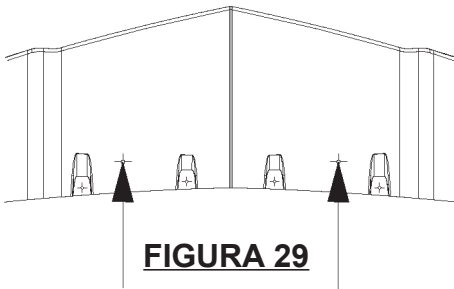

FIGURA 29
3. Utilice una sierra para agujeros de 1 1/4" (33 mm) para perforar 2 agujeros en el revestimiento, en las posiciones marcadas con líneas adelante en la parte de abajo del revestimiento. Consulte la figura 29.